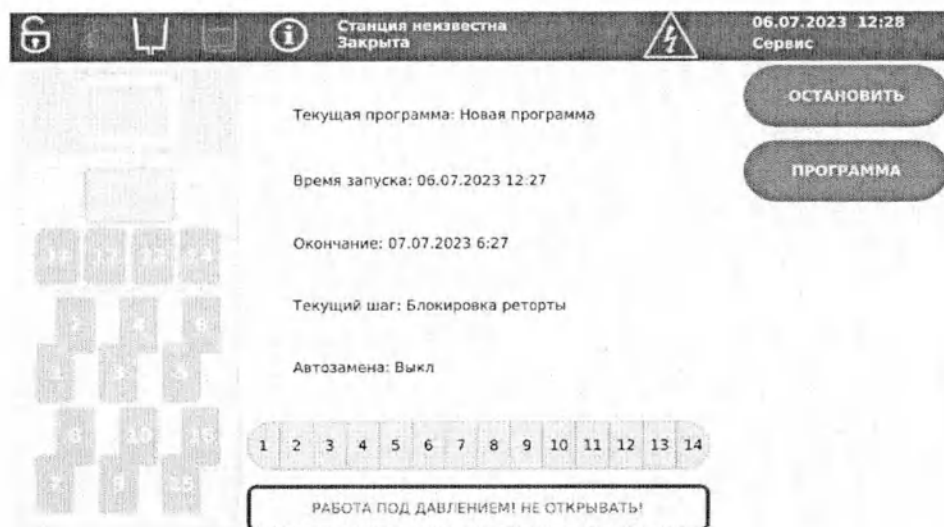

Рисунок 6.9 – Экран выполнения проводки
5. При запуске программы проводки открывается экран выполнения программы проводки (Рисунок 6.9).